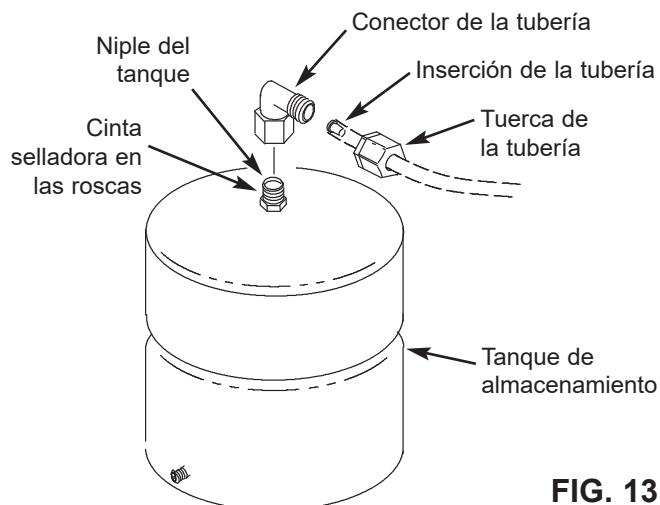

FIG. 13
1. Aplique cinta selladora (2 vueltas hacia la derecha) a las roscas en el niple que se encuentra en la parte superior del tanque. Vea la Fig. 13.
2. Ubique el conector de la tubería. Vea la Fig. 13. Dele al conector de la tubería en el niple del tanque unas 7 a 8 vueltas completas, lentamente para no torcer la rosca ni apretarlo excesivamente.
2. Ubique el conector de la tubería. Vea la Fig. 13. Dele lentamente al conector de la tubería en el niple del tanque unas 7 a 8 vueltas completas, para no torcer la rosca ni apretarlo excesivamente.